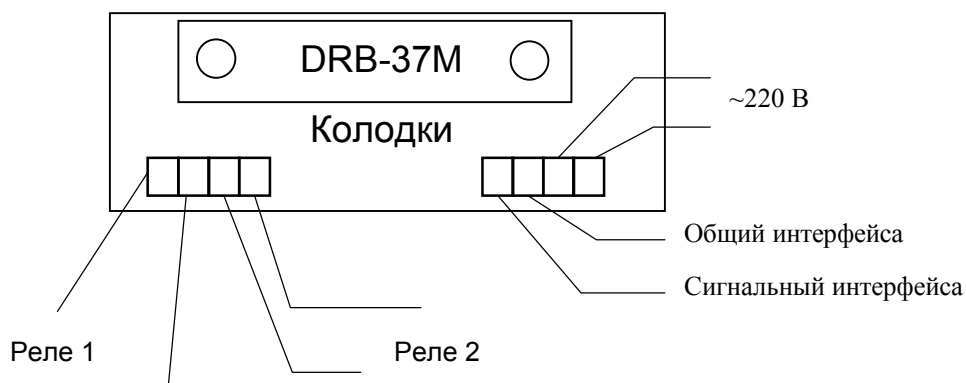

Рис.2. Схема подключения.
«CL № / T» - калибровка ИТ при $t = 0$ °С, выбор канала производится кнопками "↑", "↓" (выбор канала с номером "0" означает, что будет производиться калибровка всех каналов). Для калибровки необходимо выдержать датчик температуры на соответствующем канале (кроме термопреобразователей с унифицированным токовым выходом) в водо-ледяной смеси не менее 10 минут (для калибровки термометров сопротивления можно использовать магазин сопротивлений, класс точности не хуже 0.05, а для термодатчиков калиброванного напряжения). Для калибровки при типе датчика 6, 7, 11 (термопреобразователи с унифицированным токовым выходом) необходимо на вход ИТ (см. рис. 2) подать ток 5 мА для типа датчика 6, для типа датчика 7, 11 – 20 мА (далее отличий нет).
«Ur № / T» - коррекция внутреннего ИОН по калиброванному напряжению. В этом режиме производится коррекция внутреннего источника опорного напряжения (ИОН), для этого необходимо установить на выбранном канале (или на всех каналах) тип датчика 4 (ХА) или 5 (ХК), на выбранный канал (или на все каналы) от источника калиброванного напряжения подать напряжение V_{ref} в диапазоне 40 – 50 мВ (схема подключения как термопара: "минус" подключить к GND, "плюс" - к UD_i , где $i=1, 2$, см. рис. 2) и подождать 40 секунд. Затем необходимо с помощью редактирования параметра (длит. «0») ввести значение поданного калиброванного напряжения в мВ (например - «48.45») и закончить редактирование длительным нажатием кнопки «0», через непродолжительное время на нижней строке индикатора должна отобразиться измеренная
5.6.2.1 Подключить к поверяемому ИТ магазин сопротивлений, имитирующий первичные датчики. Входы всех используемых каналов измерения должны быть подключены параллельно друг другу, неиспользуемые входы должны быть заглушены согласно рис. 2. Определить установленный при настройке прибора тип термодатчика. Выставить на магазине сопротивлений величину, равную сопротивлению термодатчиков в 0 °С. Перевести ИТ в режим автоперебора каналов. Если в процессе перебора каналов не возникает сообщений об ошибках, то прибор работоспособен.
6.2 Электрические соединения с сетью, датчиками температуры осуществляется через клеммные колодки и разъемы DB37M, расположенные на задней панели прибора (см рис. 2).